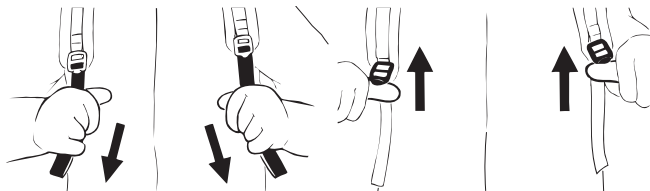

Рис. 6
- Используя штатные плечевые ремни, наденьте устройство на оба плеча. Отрегулируйте длину плечевых ремней так, чтобы устройство плотно прилегло к спине (Рис. 6).